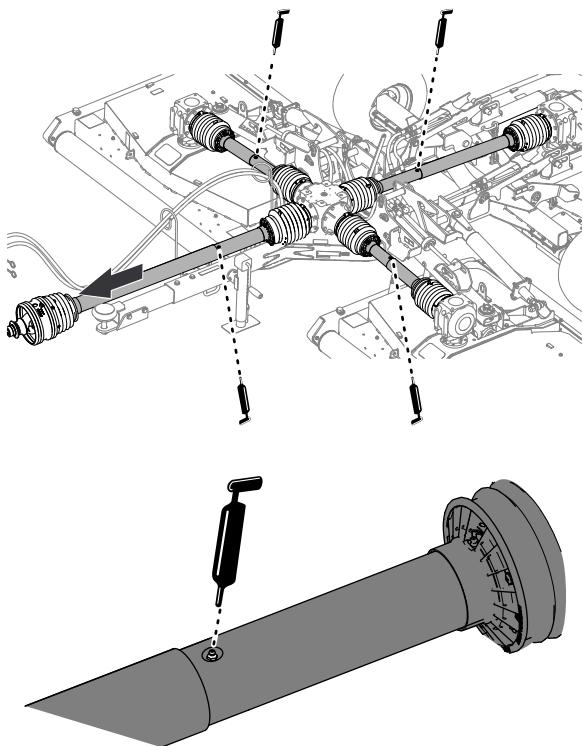

Figura 49
1. Extienda parcialmente el árbol de transmisión de la TDF para acceder al punto de engrase cerca de la mitad del protector del árbol de transmisión hacia dentro (Figura 49).
2. Aplique grasa en los 4 puntos de engrase de las articulaciones del árbol de transmisión telescópico, tal y como se muestra en la Figura 49.